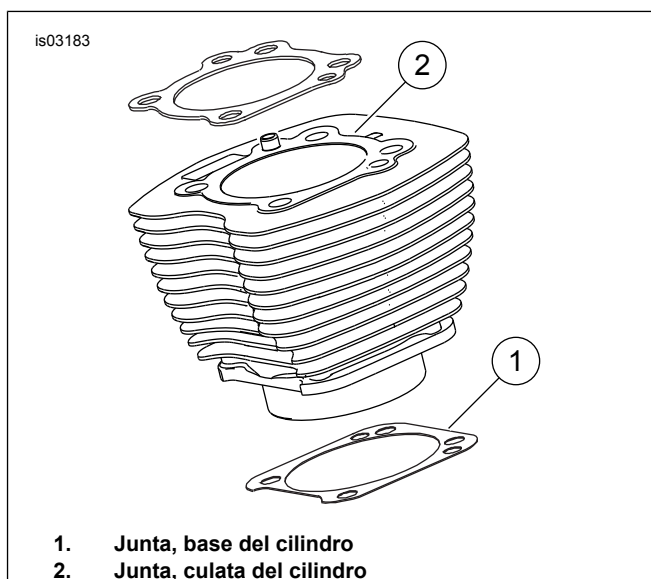

Figura 1. Juntas de los cilindros
- Ver Figura 1 . La junta de la culata del cilindro de 103,1 mm (4.060 pulg.) (1) y la junta de la culata del cilindro (2) eliminan la necesidad de O-rings. No utilice o-rings en los pasadores de localización del cilindro ni en las lumbreras del cilindro.
- Cuando esté instalando la nueva junta de la base (1), instálela con el lado grabado hacia abajo y el lado cóncavo hacia arriba.